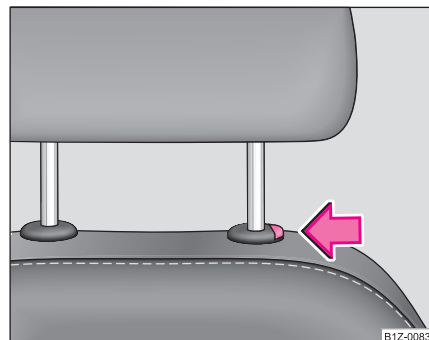

Fig. 64 Sacar reposacabezas
- Si desea desplazar el reposacabezas del asiento delantero hacia abajo, pulse adicionalmente la tecla de seguridad ⇒ fig. 64.
- Pulse la tecla del seguro en el sentido de la flecha ⇒ fig. 64 y extraiga el reposacabezas.